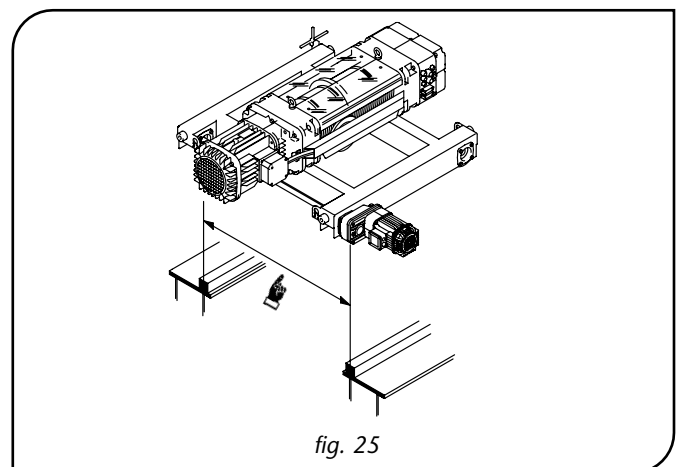

fig. 25
- Se il paranco è dotato di carrello bitrave DRT verificare lo scartamento di binari delle travi che deve corrispondere a quello predisposto per le ruote del carrello (fig. 25).